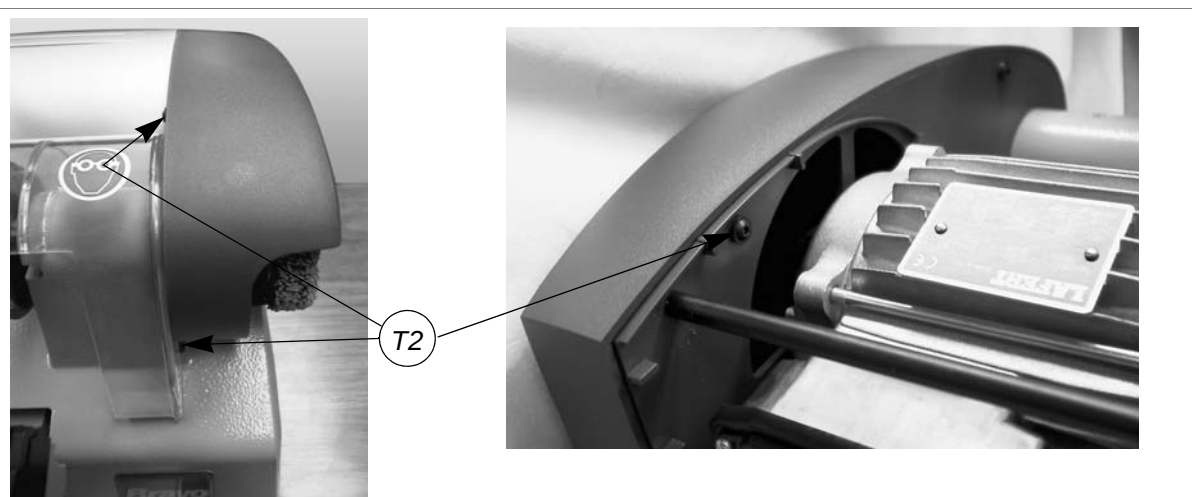

Fig. 36
- 4) Desaperte os 3 parafusos (T2) (fig. 36) do cárter da correia, retirando-o (extraindo-o para a parte frontal da máquina).
- 4) Desaperte os 3 parafusos (T2) (fig.36, pág.25) do cárter da correia, retirando-o (extraindo-o para a parte frontal da máquina).
- 6) Volte a posicionar o cárter da correia fixando-o com os 3 parafusos (T2) (fig.36, pág.25).
- 7) Desaperte os 3 parafusos (T2) (fig.36, pág.25) do cárter da correia, retirando-o (extraindo-o para a parte frontal da máquina).
- 16) Volte a posicionar o cárter da correia fixando-o com os 3 parafusos (T2) (fig.36, pág.25).